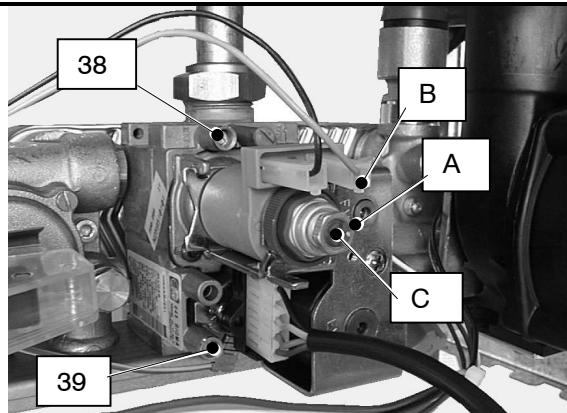

Fig. 6.4
2. Open the gas valve inlet pressure test point (38 in Fig. 6.4) at the valve input, connect a suitable pressure gauge, check the gas pressure of the supply network and compare the value on the gauge with the value indicated in the sections 4.4 or 4.5 (gas supply pressures).
2. Откройте клапан для проверки давления газа (38 на рис. 6.4), подключите соответствующий измерительный прибор, измерьте давление газа в сети и сравните его показания со значением, указанным в разделе 4.4, 4.5 (давление газа в сети).
- 4. Loosen the internal screw 37(Fig. 6.4) on the Outlet Pressure Test Point of the Gas Valve and connect a pressure gauge using a suitable hose.
- 8. To adjust the pressure rotate the maximum gas pressure adjustment (A in Fig. 6.4) until you obtain the required pressure (by rotating clockwise the pressure increases).
- 10. Disconnect the gas modulator coil by removing the electrical connector B (Fig. 6.4).
- 4. Ослабьте внутренние болты 37 (рис.6.4) на выходной контрольной точке газового клапана и подсоедините датчик давления, используя подходящий шланг.
- 8. Чтобы увеличить давление, поверните регулировку максимального давления газа (А рис. 6.4) до тех пор, пока Вы не получите необходимое давление (при вращении по направлению часовой стрелки, давление возрастает)
- 10. Отключите модулирующую газовую катушку, отсоединив электрический контакт В (рис.6.4).
- 12. Check the minimum gas pressure and compare the value on the gauge with the value indicated in the sections 4.4, 4.5 (gas pressures at the burner), accordingly with the model of boiler installed. To adjust the pressure rotate the minimum gas pressure adjustment (C in Fig. 6.4) until you obtain the required pressure (by rotating clockwise the pressure increases).
- 12. Проверьте минимальное давление газа и сравните его значение со значениями, указанными в разделах 4.4, 4.5 (давление газа на горелке), в соответствии с установленной моделью котла. Чтобы увеличить давление, поворачивайте регулятор минимального давления газа (С на рис.6.4) до тех пор, пока не получите необходимые показатели (при вращении по направлению часовой стрелки, давление возрастает)